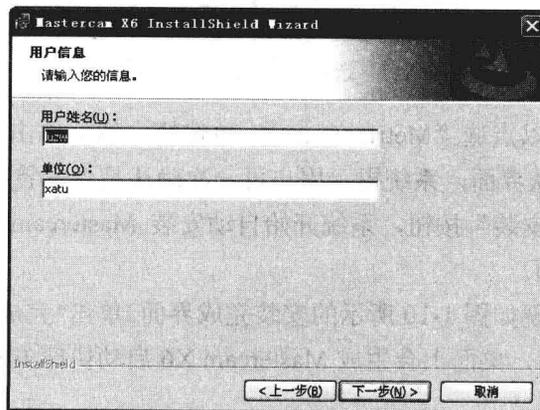

图 1-5 “用户信息” 界面
STEP 05 选中“我接受该许可证协议中的条款”单选按钮，单击“下一步”按钮，出现如图 1-5 所示的“用户信息”界面。